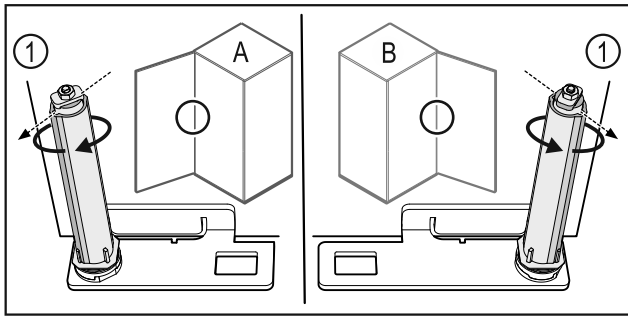

Fig. 59 Μεντεσέδες αριστερά (A) / Μεντεσέδες δεξιά (B)
- ▶ Περιστρέψτε το σύστημα κλεισίματος κόντρα στην αντίσταση, μέχρι ο κορμός του συστήματος κλεισίματος Fig. 59 (1) να είναι στραμμένος προς τα έξω.